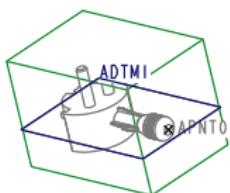
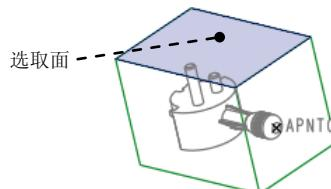

图 10.29 创建基准平面 ADTM1
图 10.30 选取工件上表面
Step2. 穿过基准点 APNT0, 创建图 10.29 所示的基准平面 ADTM1。操作过程如下。
- ① 在 模具 功能选项卡 基准 区域单击工具栏中的创建“基准平面”按钮 .
- ② 选取基准点 APNT0。
- ③ 按住 Ctrl 键, 选取图 10.30 所示的工件上表面。
- ④ 在“基准平面”对话框中单击 按钮。